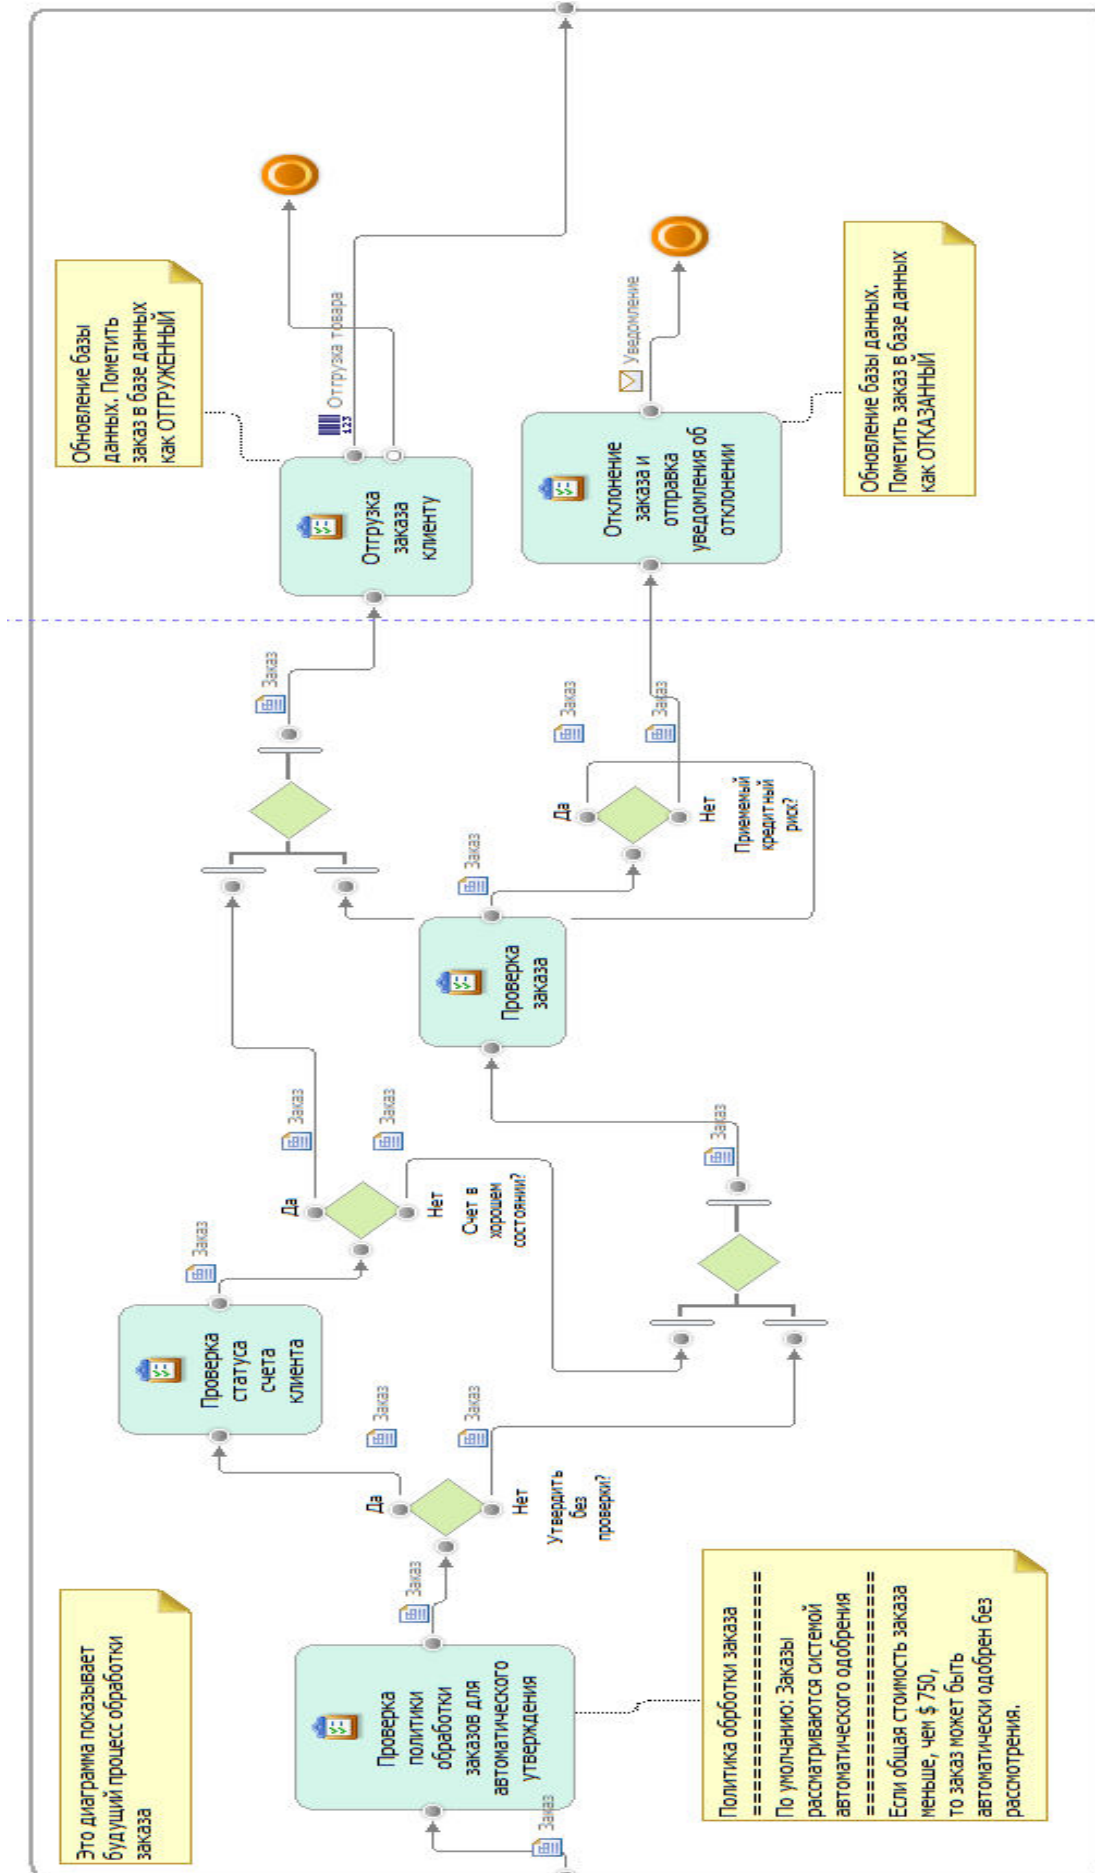

Рис. 3. Диаграмма процесса «Обработка заказов Будущий»
Получившийся процесс показан на рис. 3. Мы реализуем процесс по шагам.
- Этот переработанный процесс обработки заказов показан на рис. 3. Бизнес-аналитик пересмотрел все компоненты, чтобы подготовить следующий шаг - формирование таблиц, необходимых для имитации.